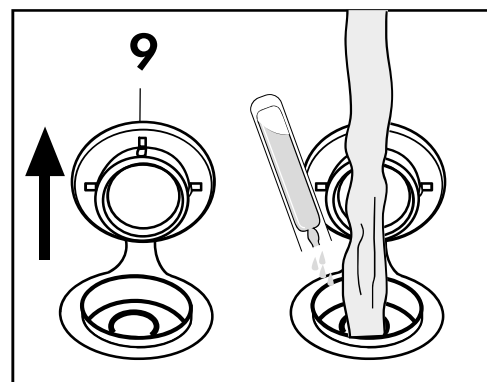

Fig. 20
- Versare un flacone da 10 ml nella caldaia) con 0,5 l di acqua, togliendo il tappo (9. **(Fig. 20)** e procedere con il normale funzionamento.